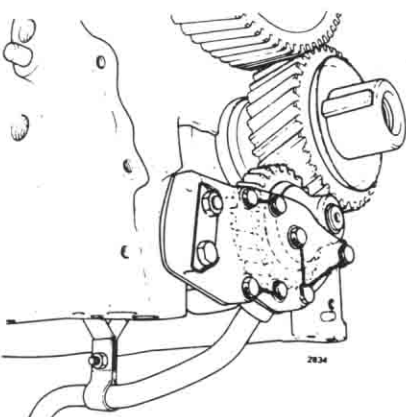

Fig 38. Låsning av oljepumpens skruvar.
5. Montera pumpen i omvänd ordningsföljd mot demonteringen med beaktande av att skruvarna skall låsas med låstråd, se fig 38 och att transmissionskåpan axeltätning skall centreras, se »Byte av främre vevaxeltätning», sid 36.